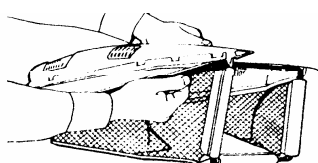

Fig. 10-4
5. Joindre le couvercle en plastique avec le filet de ramassage. Assemblez en pressant le cadre en acier avec le filet attaché dans le couvercle en plastique (Fig. 10-4)